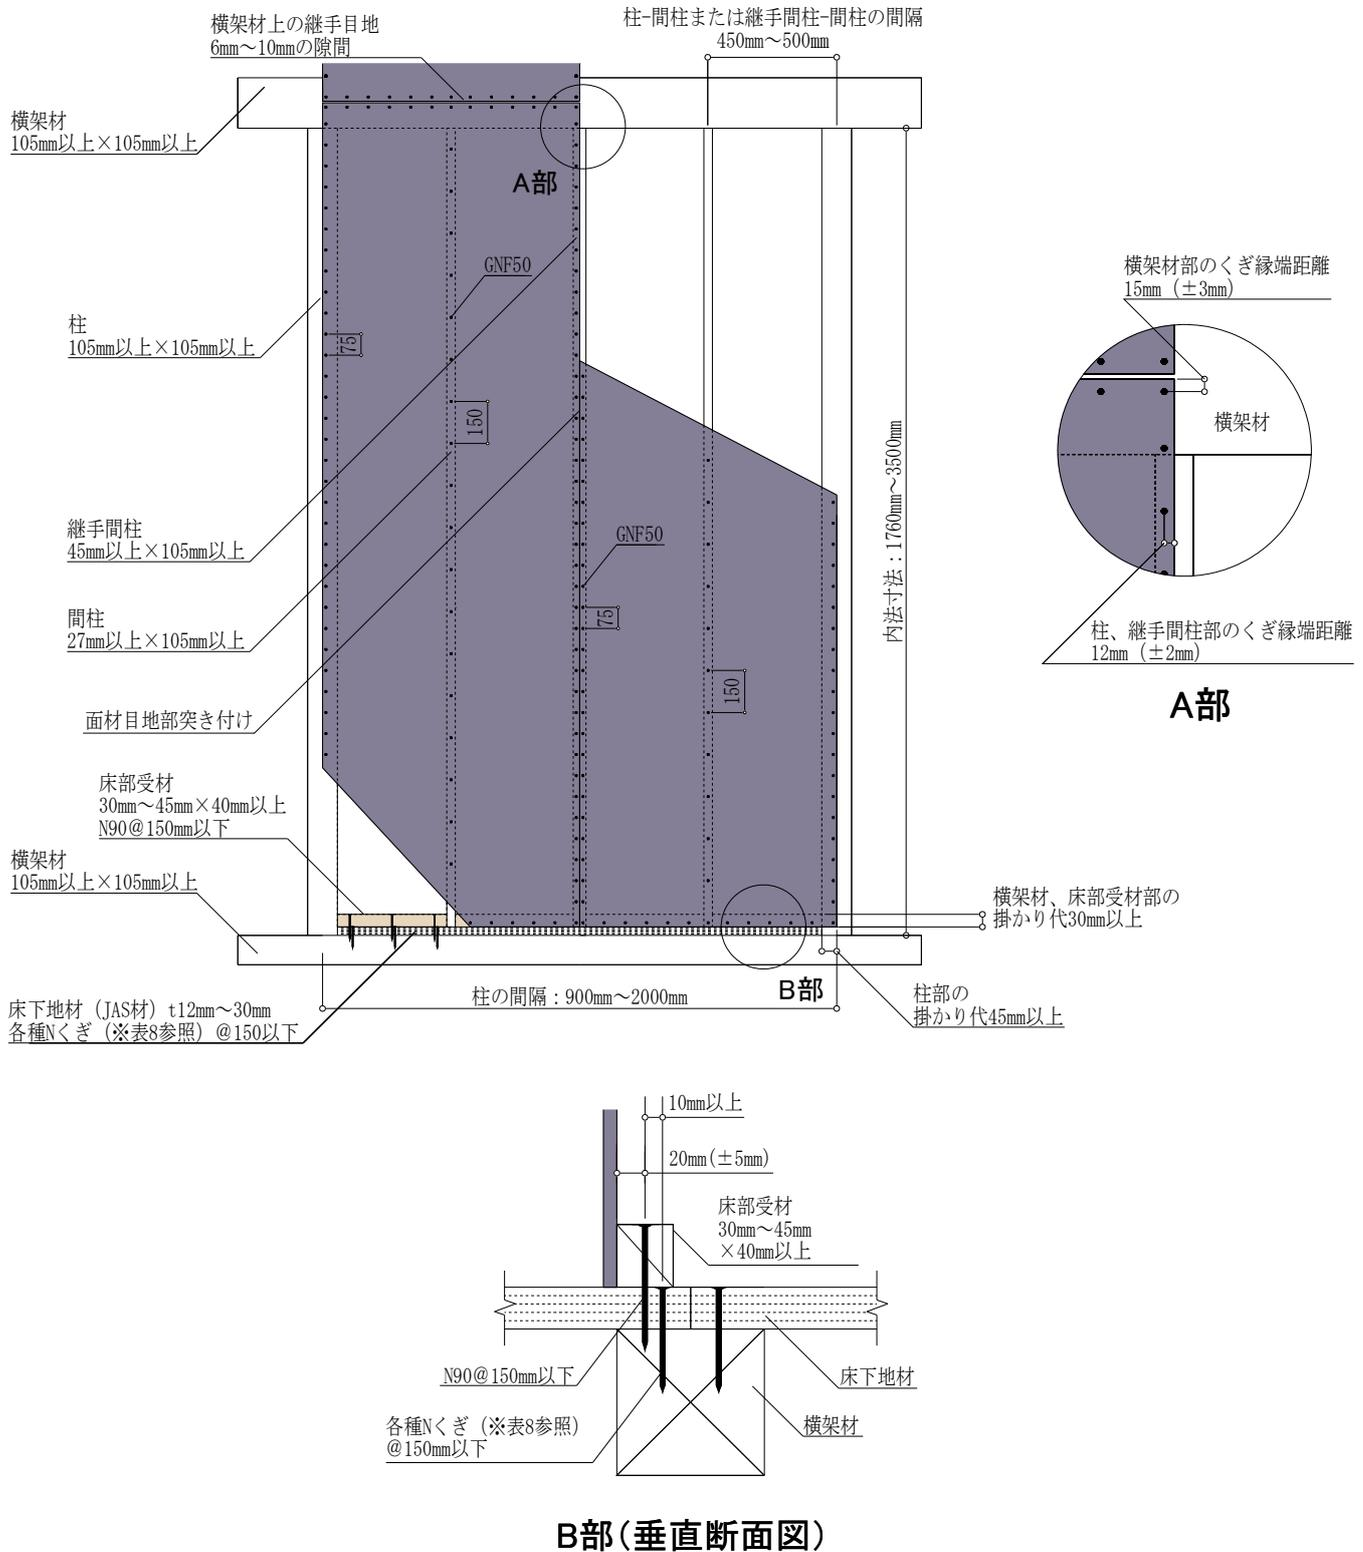

図7 床勝ち仕様 (FRM-0717 : 2.7倍) 施工概略図 (2Pの場合)
施工においては、図7および注意事項に記載の内容を遵守してください。
- ・タイガーEX プログレは、原則1枚張りとし、縦継ぎ張りについては、P25「⑧縦継ぎ張りについて」をご確認ください。
- ・図7は2Pの施工例となっておりますが、1Pの場合も耐力壁とできます。